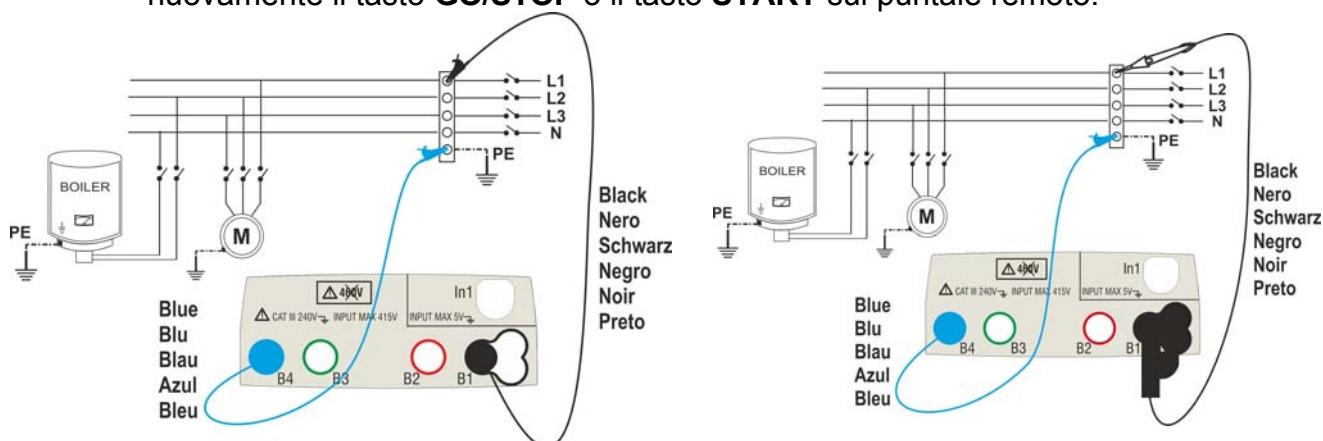
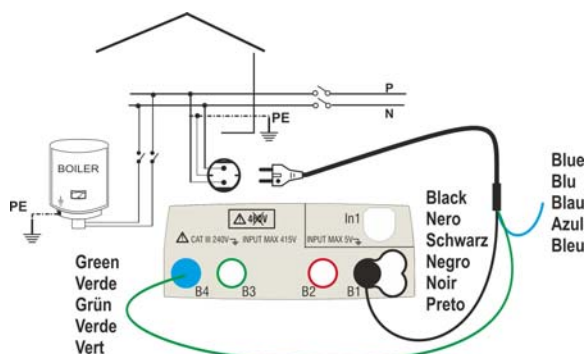

Fig. 8: Verifica dell'isolamento fra fase e terra tramite cavi singoli e puntale remoto
Fig. 9: Verifica dell'isolamento fra fase e terra tramite spina shuko
6. Connettere i coccodrilli e/o i puntali e/o il puntale remoto ai capi dei conduttori in esame in accordo alle Fig. 8 e Fig. 9.